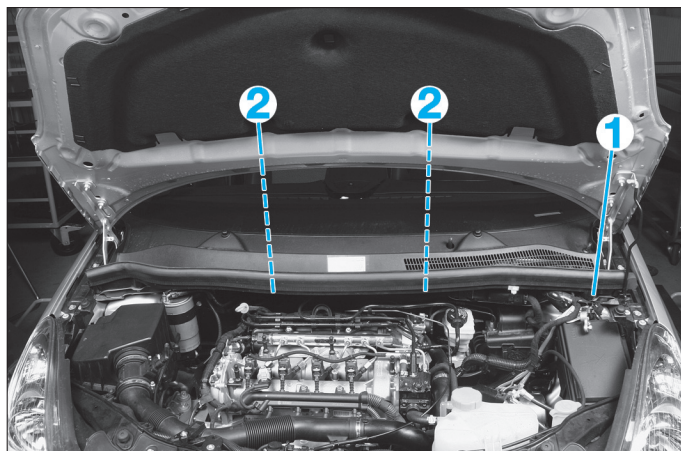

Fig. 12
- le joint d'étanchéité (1) (Fig.12),
- les 2 vis (2).